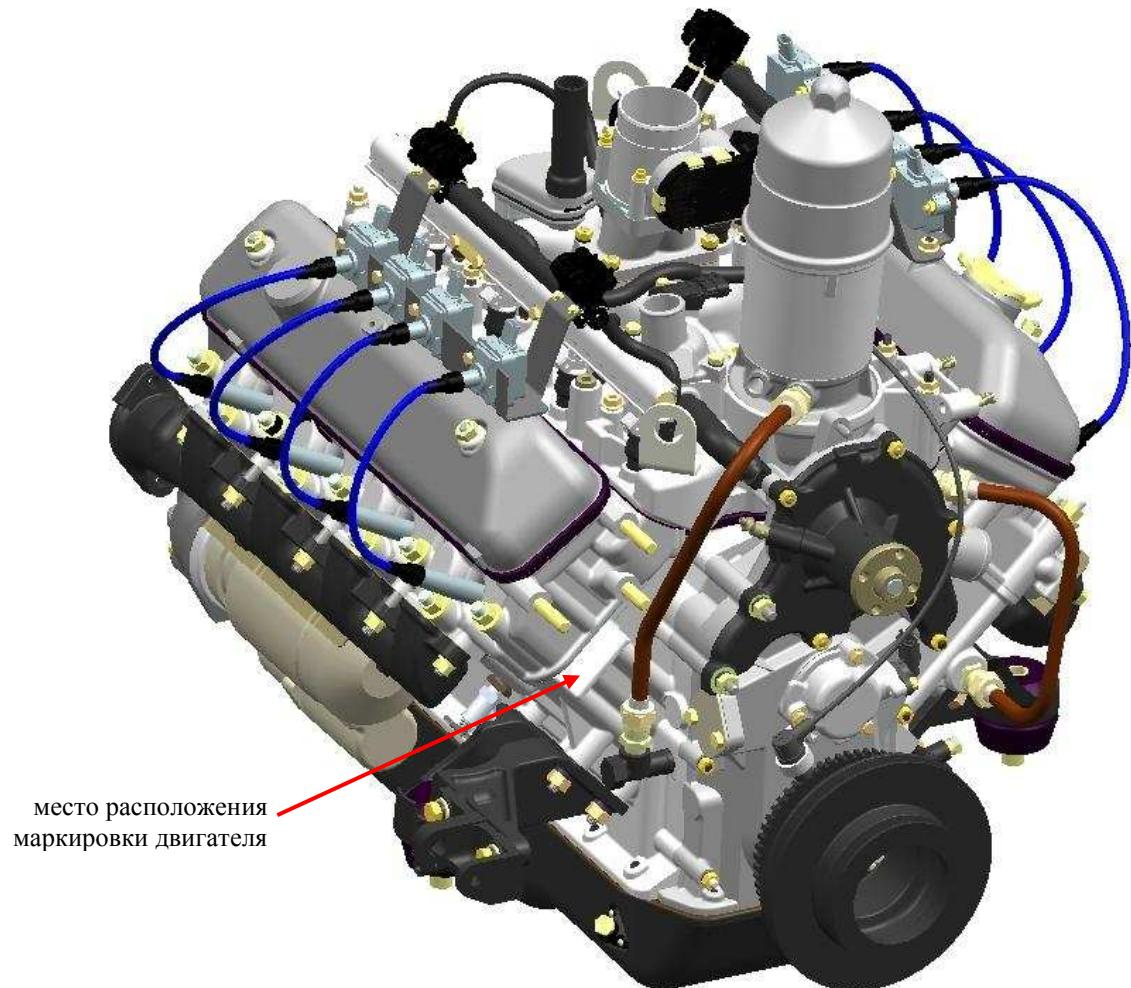
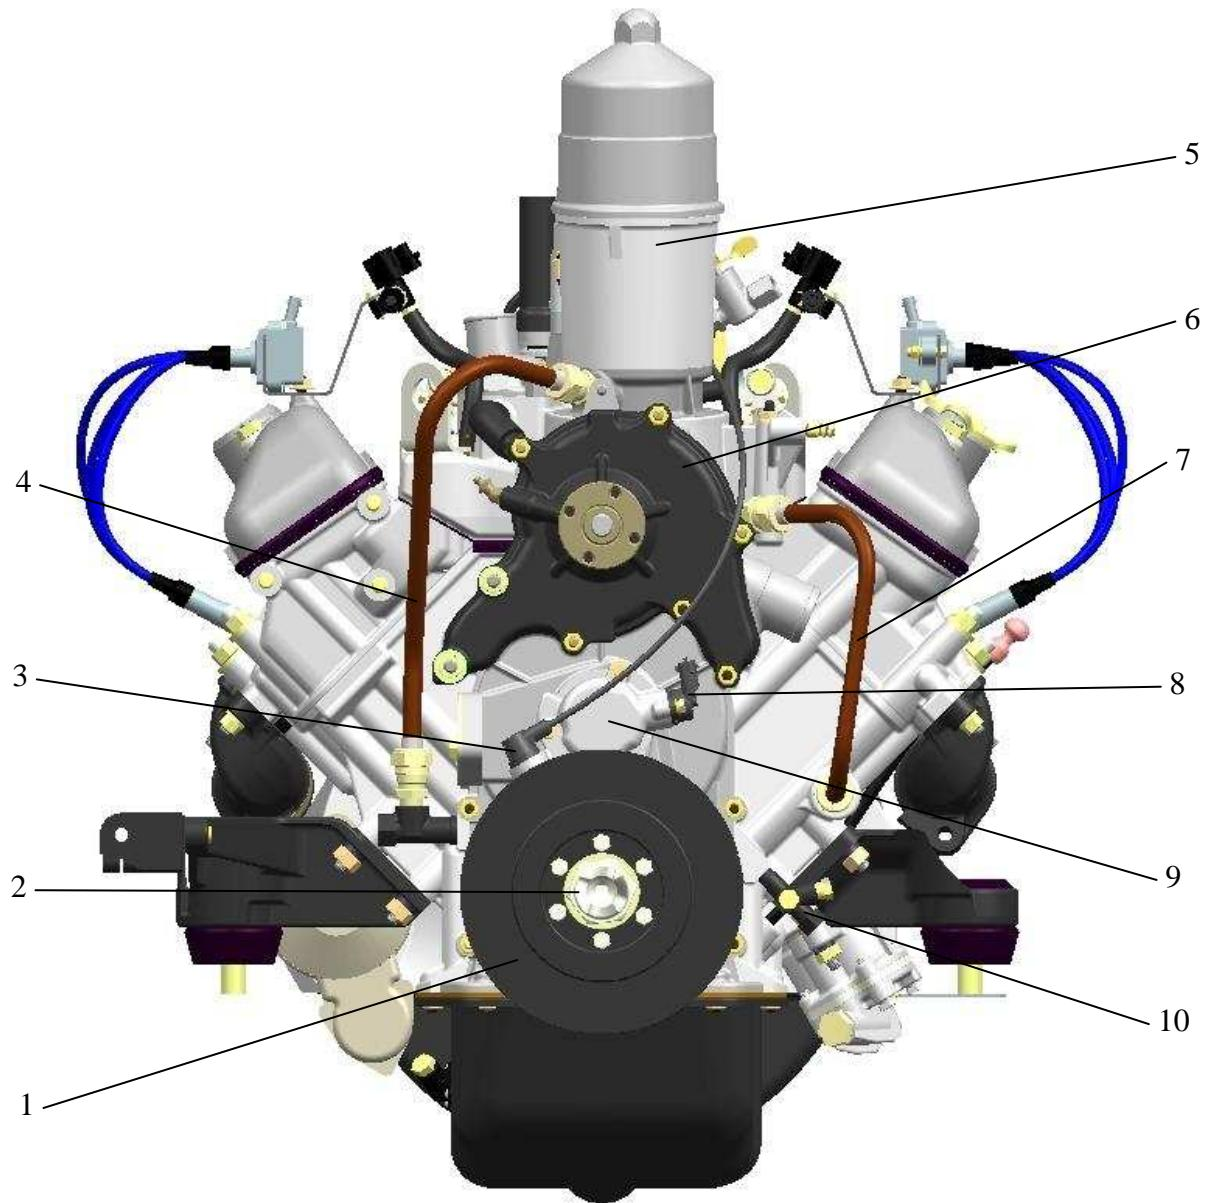

Рис.1. Общий вид двигателя
Рис.2 Вид двигателя спереди
Общий вид двигателя показан на рис.1, вид двигателя спереди, справа, слева и сверху - на рис.2,3,4,5.
**Идентификационный номер двигателя** выбивается в две строчки на необработанную поверхность площадки, расположенной с правой стороны блока цилиндров на площадке в верхней части переднего торца (рис.1).